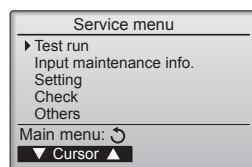

Fig. 7-1
- ① Seleccione "Test run" (Testar funcio.) no menu Serviço e prima o botão [OK]. (Fig. 7-1)